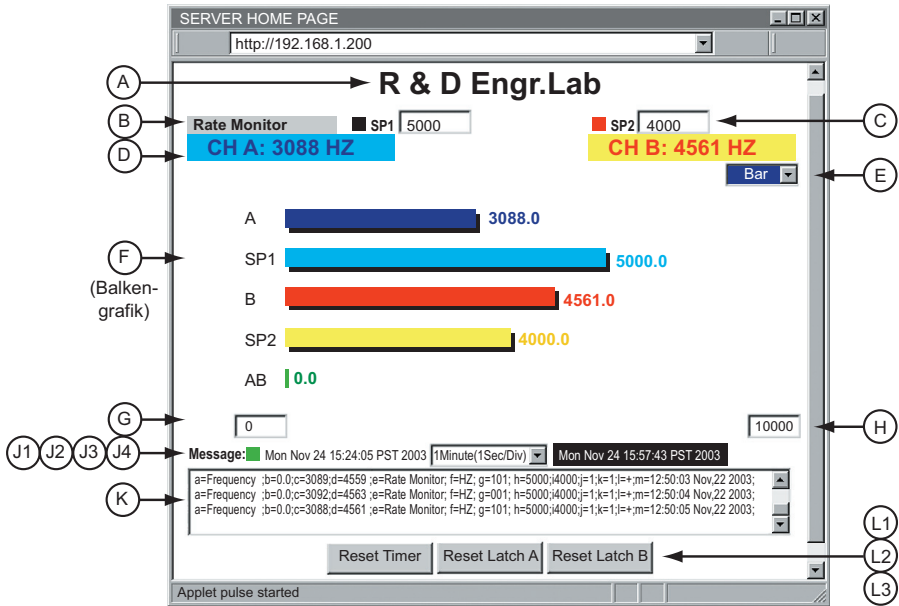

Abbildung 4.8 Beschreibung des Diagramms
- E) *Diagrammoptionen*-Pull-down-Menü, zur Auswahl von Balkengrafik *Bar* wie in **Abbildung 4.8** gezeigt oder Liniengrafik *Line* wie in **Abbildung 4.10** gezeigt.